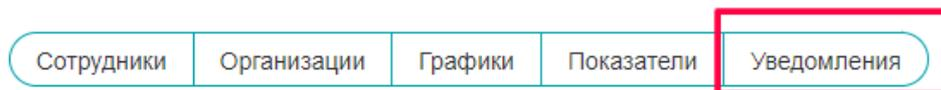

Рисунок 15 — Переход на страницу настройки уведомлений
3. Система отобразит панель навигации: выберите пункт «Администрирование». При открытии страницы «Администрирование»: нажмите на вкладку «Уведомления» (см.рис.15);